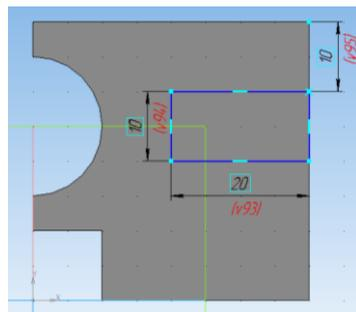

Рис. 5.
3) Задать размеры прямоугольника (рис. 5) и завершить эскиз